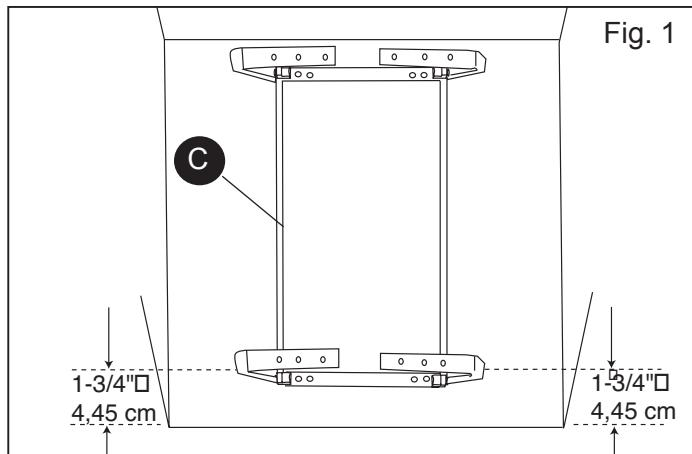
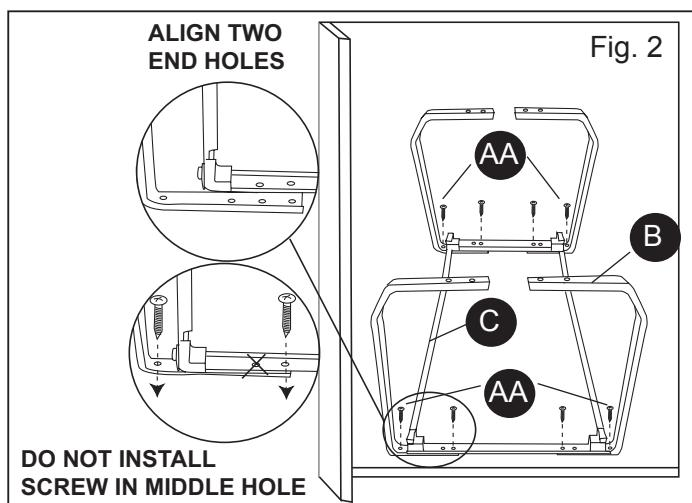

Fig. 1
Fig. 2
1. Position one frame (C) inside cabinet, setting frame (C) back 1-3/4 in. from front edge of cabinet as shown in Fig. 1. Be sure frame (C) is straight to ensure smooth operation of basket. Place a bracket (B) under each corner of frame as shown. Align **two END holes** in bracket (B) with holes in frame (C). Use supplied wood screws (AA) to secure bracket/frame (B/C) to cabinet as shown in Fig. 2. (Note: Use only end holes; do not install a screw [AA] into middle hole.)
Insérez le cadre (C) à l'intérieur de l'armoire et placez-le à 4,45 cm (1 ¾ po) du rebord avant de l'armoire tel qu'il est illustré à la figure 1. Assurez-vous que le cadre (C) est droit afin que le panier puisse glisser correctement. Placez un support (B) sous chaque coin du cadre tel qu'il est illustré. Alignez les **deux trous situés aux EXTRÉMITÉS** du support (B) sur les trous situés sur le cadre (C). Utilisez les vis à bois qui vous sont fournies (AA) afin de fixer solidement le support et le cadre (B/C) à l'armoire tel qu'il est illustré à la figure 2. (Remarque : Utilisez uniquement les trous situés aux extrémités; ne vissez pas une vis [AA] dans le trou du milieu.)
Coloque un armazón (C) dentro del gabinete, teniendo cuidado de colocarlo a una distancia de 4,4 cm detrás del extremo frontal del gabinete, como se muestra en la fig. 1. Asegúrese que el armazón (C) esté recto para garantizar que la cesta funcione bien. Coloque un soporte (B) debajo de cada esquina del armazón como se muestra. Alinee **dos orificios FINALES** del soporte (B) con los orificios en el armazón (C). Use los tornillos para madera suministrados (AA) para ajustar el soporte y el armazón (B/C) al gabinete, como se muestra en la fig. 2. (Nota: use sólo los orificios finales; no coloque tornillos [AA] en los orificios del medio.)